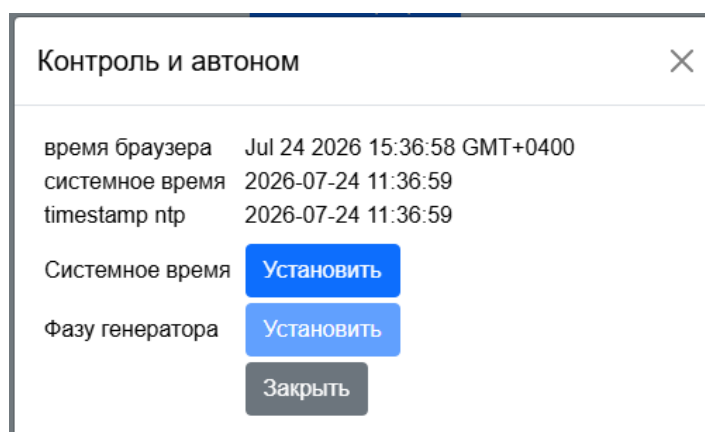

Рисунок 46 – Окно установки системного времени и настройки автономного режима.
- a. Нажмите кнопку «**Задать фазу генератора**», которая будет находиться в окне установки системного времени и настройки автономного режима (рисунок 46);